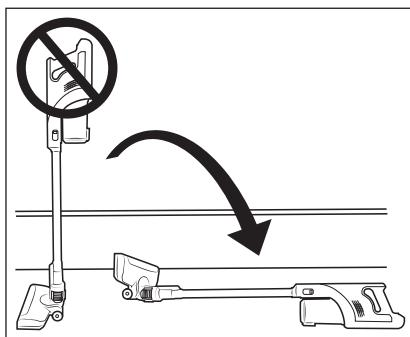

Rys. 8
- Odkurzacz można również ładować bezpośrednio za pomocą zasilacza sieciowego 9. W tym celu należy wyjąć wtyk rurkowy 10 z uchwytu ściennego 17, obracając go lekko, i włożyć go do gniazda ładowania 2 na urządzeniu (patrz rys. 8).